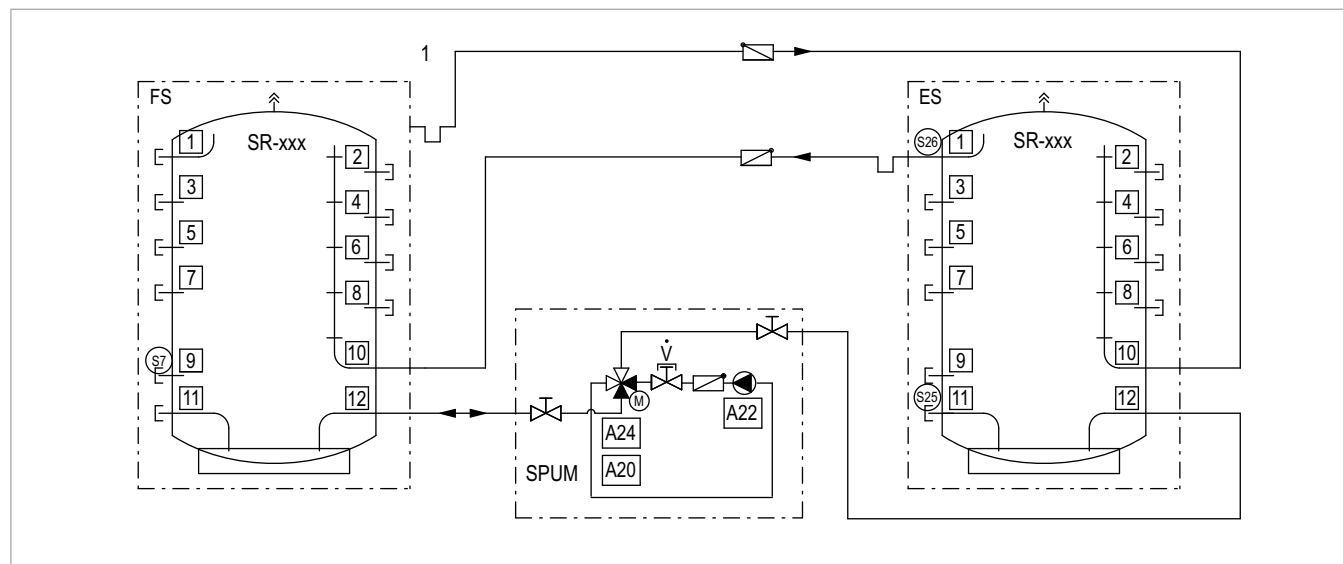

Fig. 29: Esquema do kit de inversão de depósito
O kit de inversão de depósito SV-3 é usado para a instalação de um depósito de acumulação por estratificação SolvisStrato adicional como depósito de expansão (ES) num SolvisStrato já existente como depósito principal (FS) no sistema SolvisVital 3. Com a válvula de comutação de quatro vias motorizada, é possível realizar um carregamento do depósito principal para o depósito de expansão ou vice-versa. Durante a montagem, deve ser observada a posição e o sentido de montagem do dispositivo anti-retorno RV (freios de gravidade accionados por molas), ver → fig. 29.
1. Montar a bomba (6) com o freio de gravidade de 20 mbar (5), as torneiras esféricas (4), a válvula de alinhamento (3) e o misturador de 4 vias (1) de acordo com a figura. Ao mesmo tempo instalar, a cargo do cliente, um tubo de ligação (2) entre a válvula de alinhamento e o misturador de 4 vias.
2. Ligar o misturador de 4 vias e os freios de gravidade (7) com os depósitos, de acordo com o esquema da instalação (ver → fig. 29).
1. Colocar pasta térmica no sensor e inserir na manga de sensor correspondente (ver → fig. 29).